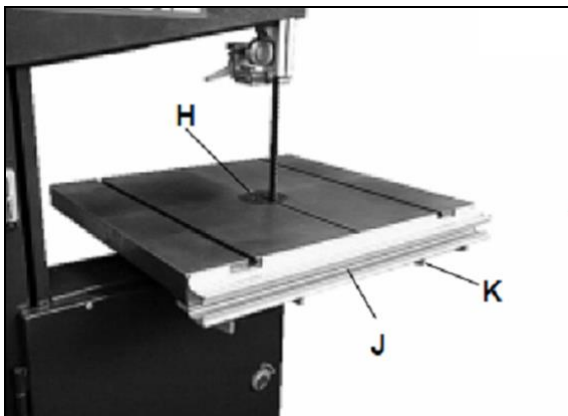

Fig 6
Pour positionner la butée longitudinale, monter le rail-guide (J, Fig 6) à la table avec les quatre vis papillon et les rondelles joints à la livraison (K).